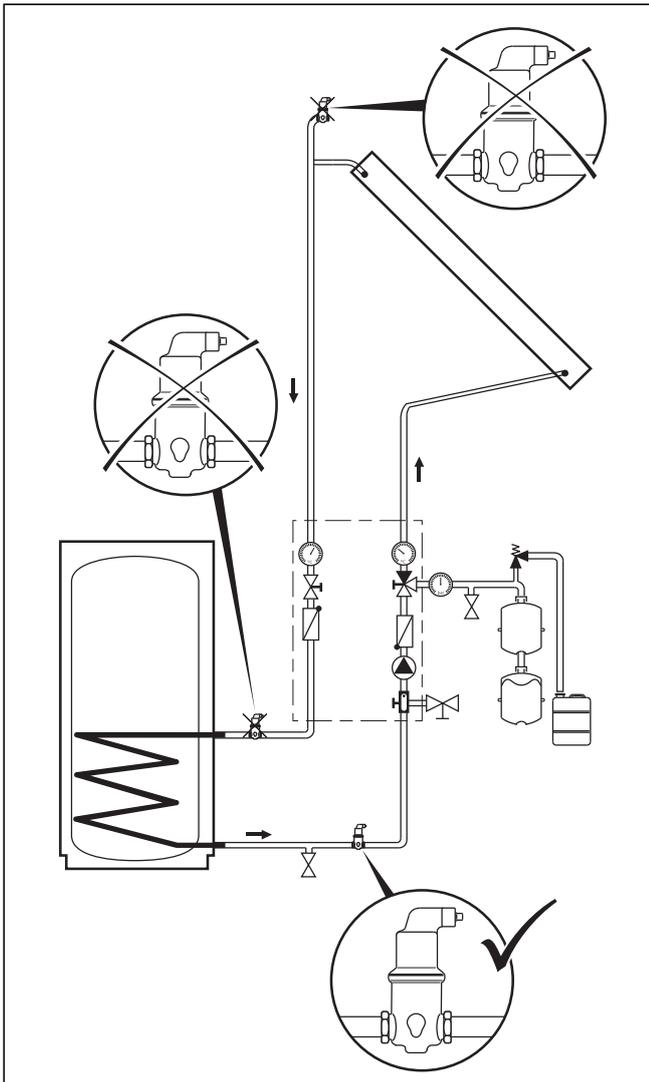

Abb. 5.8 Automatisches Luftabscheidesystem
- Entlüftung über ein Luftabscheidesystem (→ **Abb. 5.8**)